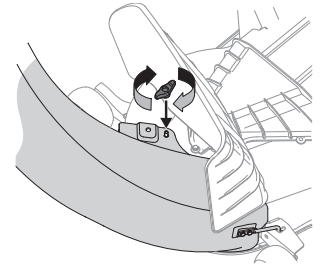

Figura 26
6. Fije el codo del canal de la embolsadora a la plataforma de corte usando una mariposa del montaje de soporte de recolección del carrito 689-02019. Consulte la Figura 26.